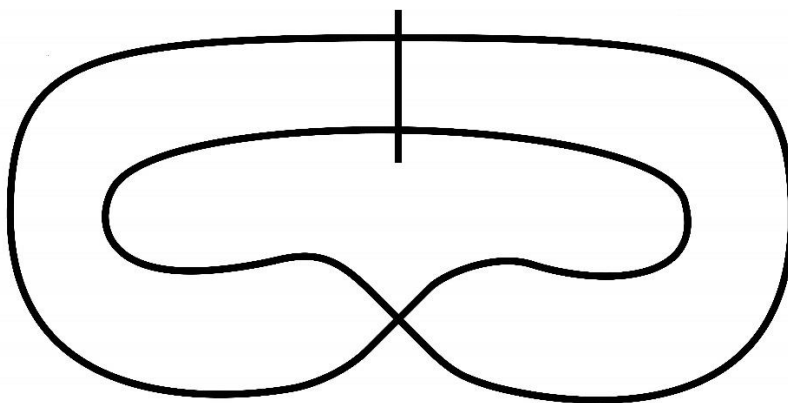

Рис.2. Игровое поле
- 1.3. Допускается наличие участков трассы с прерывистыми (поперечными) линиями, см. рис. 2.